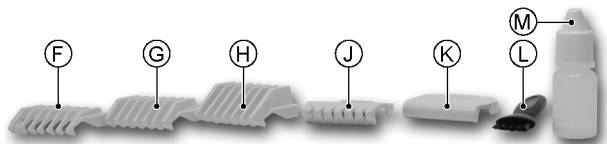

Figure 1 : les constituants de tondeuse et ses accessoires.
1. Mettre la tondeuse hors tension en glissant l'interrupteur *Marche/Arrêt* (Figure 1, B) vers le bas.
3. Brancher le bloc d'alimentation (Figure 1, E) dans la prise secteur. Le voyant de charge (Figure 1, C) s'allume.
Retirer la protection de lame (Figure 1, K) et mettre la tondeuse sous tension en glissant l'interrupteur *Marche/Arrêt* (Figure 1, B) vers le haut.
- Après 30 minutes d'utilisation, arrêter la tondeuse en glissant l'interrupteur *Marche-Arrêt* vers le bas (Figure 1, B).
- Mettre la tondeuse hors tension en glissant l'interrupteur *Marche-Arrêt* vers le bas (Figure 1, B).
- Positionner la protection de lame (Figure 1, K).